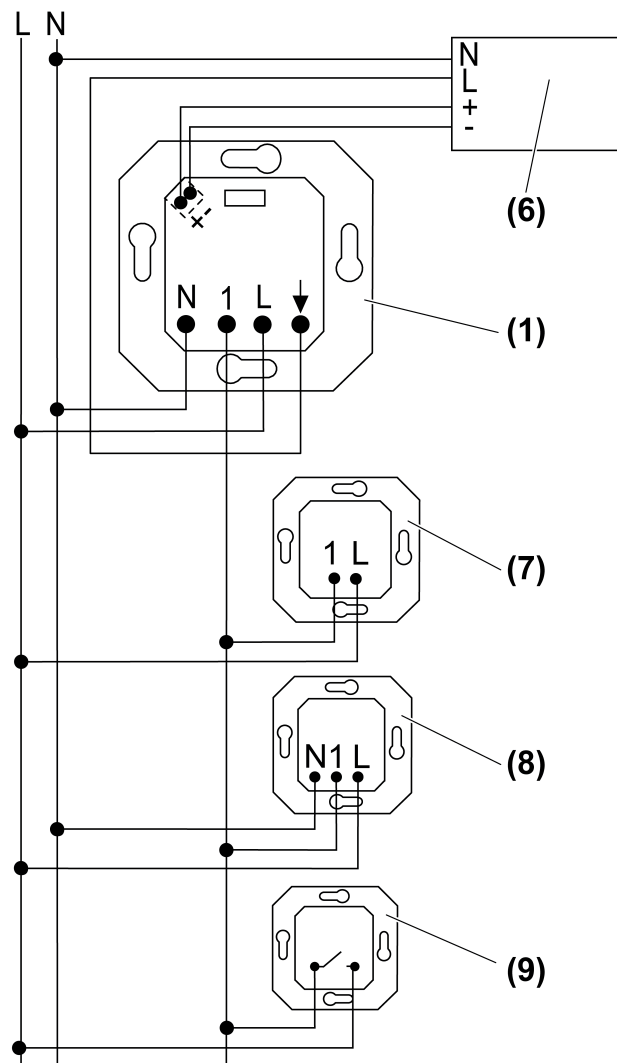
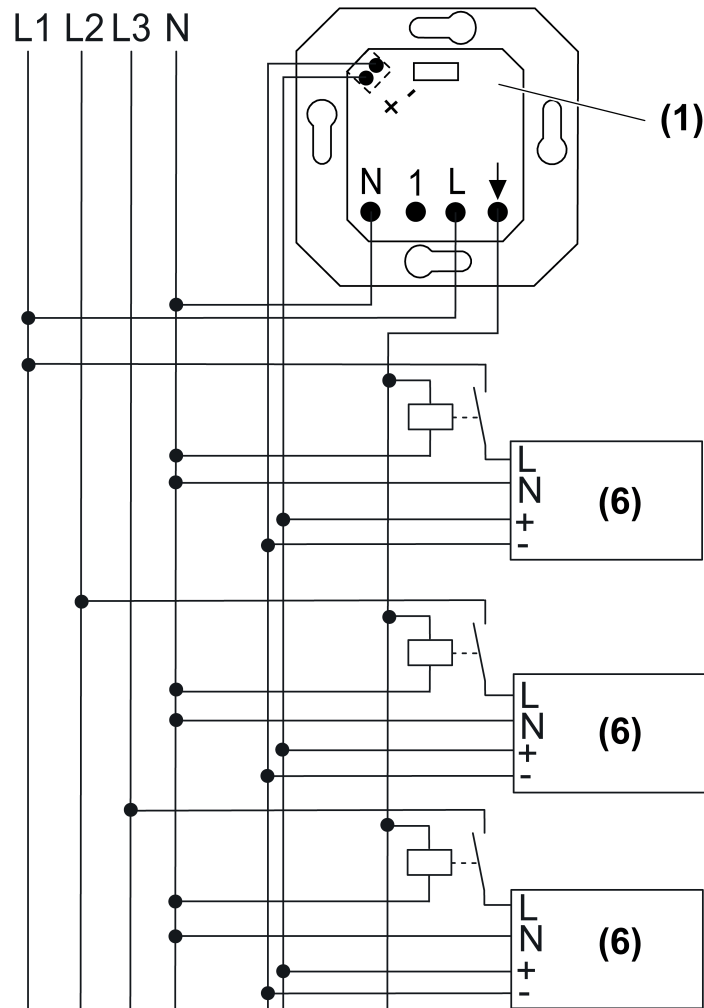

Figure 2: Schéma de raccordement avec postes auxiliaires en option
Figure 3: Schéma de raccordement avec différents conducteurs extérieurs
- Raccorder le mécanisme 1 - 10 V conformément au schéma de raccordement (figure 2) ou (figure 3).